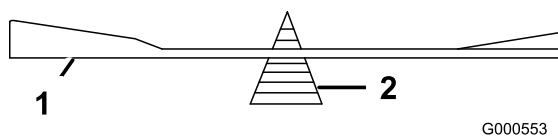

Figure 51
- Vérifiez l'équilibre de la lame en la plaçant sur un équilibreur (Figure 51).